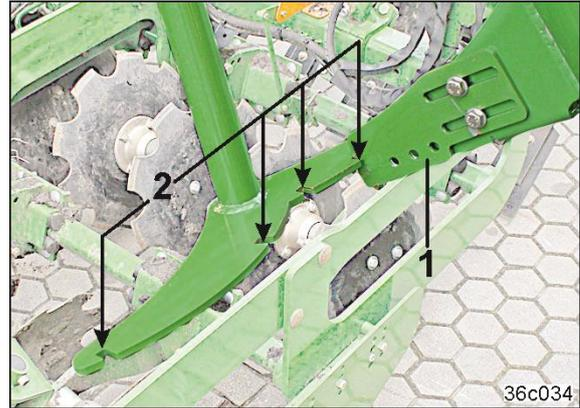

Fig. 374
9. Die Stütze (Fig. 374/1), beim Abstellen der Befüllschnecke in eine der Aussparungen (Fig. 374/2) stecken.